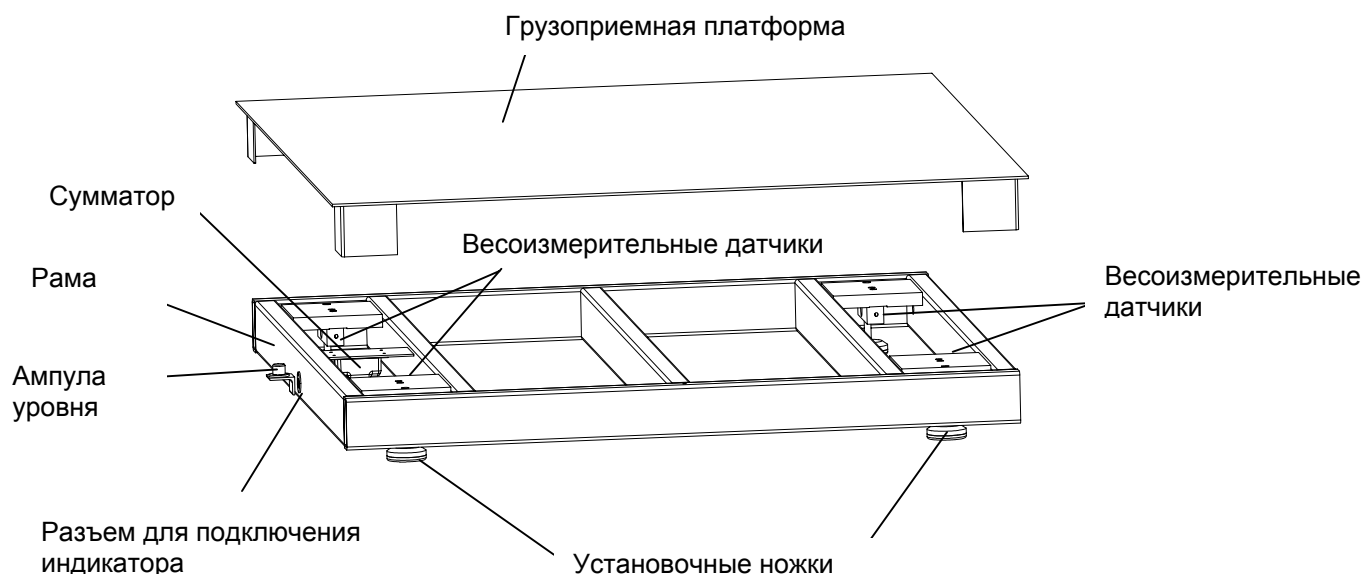

Рис.3.1. Весовая платформа
3.2. Конструкция весовой платформы показана на рис.3.1. Весовая платформа изготовлена во влагозащитном варианте. Металлическая часть конструкции весовой платформы оцинкована и покрыта антикоррозийной эмалью. В качестве датчиков использованы датчики ВСП-750. Корпуса датчиков изготовлены из нержавеющей стали. На датчиках закреплены установочные ножки для регулировки горизонтальности весов. Датчики соединяются с сумматором, установленным на раме, посредством кабелей, проложенных внутри рамы. Сумматор соединяется с индикатором с помощью кабеля с разъемом. Электронные узлы весовой платформы залиты специальным герметиком. Верхняя часть грузоприемной платформы изготовлена из нержавеющей стали.